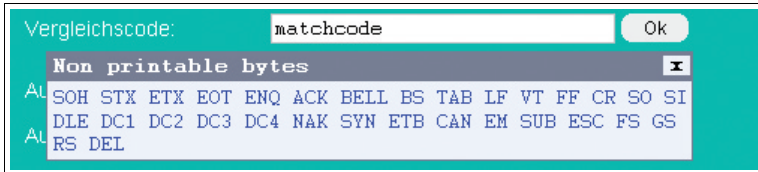

Abbildung 7.9 Popup-Fenster Matchcode
- **Vergleichscode:** Geben Sie hier den Vergleichscode ein. Sobald mit der Maus über das Eingabefensters des Vergleichscode gefahren wird, erscheint das Popup-Menü mit den nicht druckbaren Zeichen → siehe Abbildung 7.9 auf Seite 30.